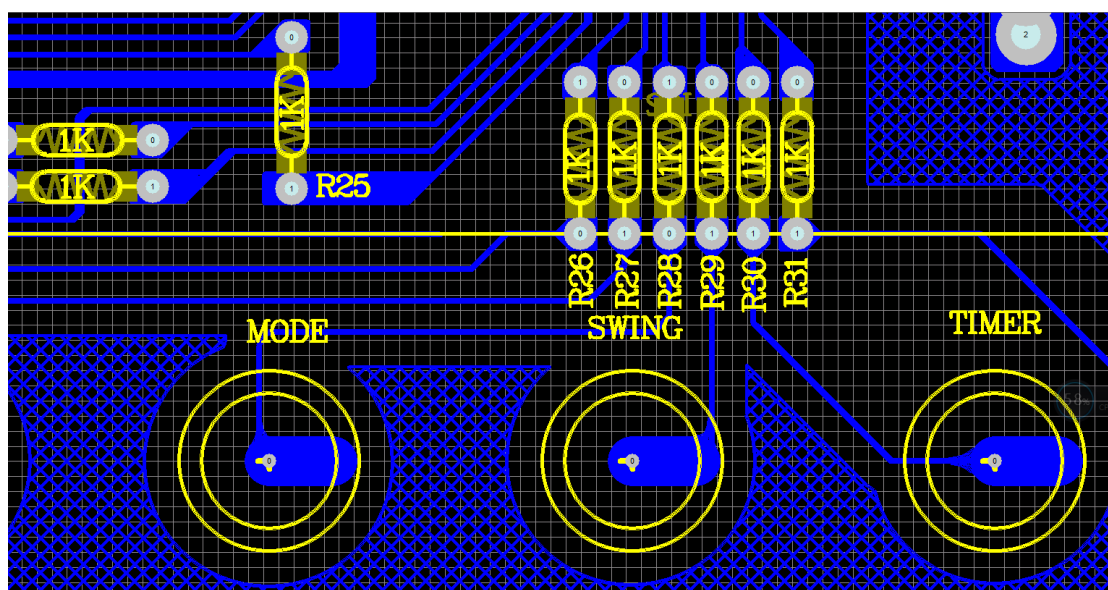

图 18
1) GND 覆铜使用网格式的方式来覆铜，建议网格线宽为 0.2mm，网格间距为 1mm。图 18 所示：